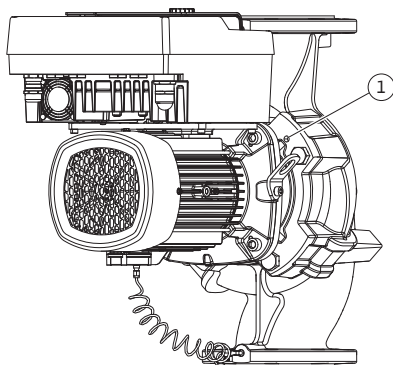

Fig. 11: Afdrukken van de insteekset via draadboringen (DN 100...DN 125)
Gebruik hiervoor bij pomptype Fig. II en Fig. III (DN 100 ... DN 125) de twee draadboringen (Fig. 11, pos. 1). Gebruik hiervoor geschikte bouten (bijv. M10 x 25 mm, niet inbegrepen).
5. Druk de insteekset (zie Fig. 4) van het pomphuis af. Gebruik daarvoor de twee draadboringen (zie Fig. 11). Draai M10-schroeven met een geschikte lengte in de draadboringen om de zitting los te maken.
7. Maak de twee onverliesbare schroeven aan het beschermplaatje (Fig. II, pos. 27) los en verwijder het beschermplaatje.
8. Steek een moersleutel sleutelwijdte 27 mm in het lantaarnvenster en houd de as aan de sleutelvlakken vast (Fig. II, pos. 16). Draai de waaiermoer (Fig. II, pos. 22) eruit. Verwijder de waaier (Fig. II, pos. 21) met een aftrekker van de as.
9. Draai de schroef (Fig. II, pos. 10) los om het fixatieplaatje van de verschildruksensor (Fig. I, pos. 13) los te maken van de motorflens. Laat de verschildruksensor (Fig. I, pos. 8) met fixatieplaatje (Fig. I, pos. 13) aan de drukmeetleidingen (Fig. I, pos. 7) hangen. Koppel de aansluitkabel van de verschildruksensor in de elektronikamodule los.
10. Maak de bouten (Fig. II, pos. 10 en pos. 10a) los.
11. Maak het lantaarnstuk met een tweearmige aftrekker (universele aftrekker) los van de motorcentrering en trek dit van de as. De mechanische afdichting (Fig. I, pos. 25) wordt dan tegelijk verwijderd. Vermijden dat het lantaarnstuk kantelt.
12. Als de mechanische afdichting is beschadigd, druk dan de tegenring (Fig. I, pos. 26) van de mechanische afdichting uit de zitting in het lantaarnstuk. Nieuwe tegenring in het lantaarnstuk zetten.